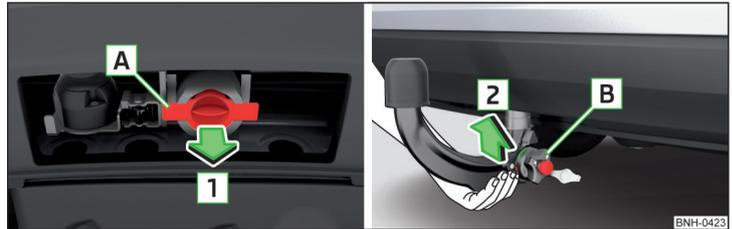

Fig. 215 Extraer la caperuza protectora de la cavidad de alojamiento / colocar la barra de cabeza esférica
- Para la **preparación de la instalación**, retirar la tapa para la cavidad de alojamiento **A** en el sentido de la flecha **1** » fig. 215.
- Para la **instalación**, agarrar la barra de cabeza esférica **desde abajo** » fig. 215.
Después de la desinstalación de la barra de cabeza esférica colocar la caperuza protectora de la cavidad de alojamiento **A** contra el sentido de la flecha **1** » fig. 215 de la pág. 190.